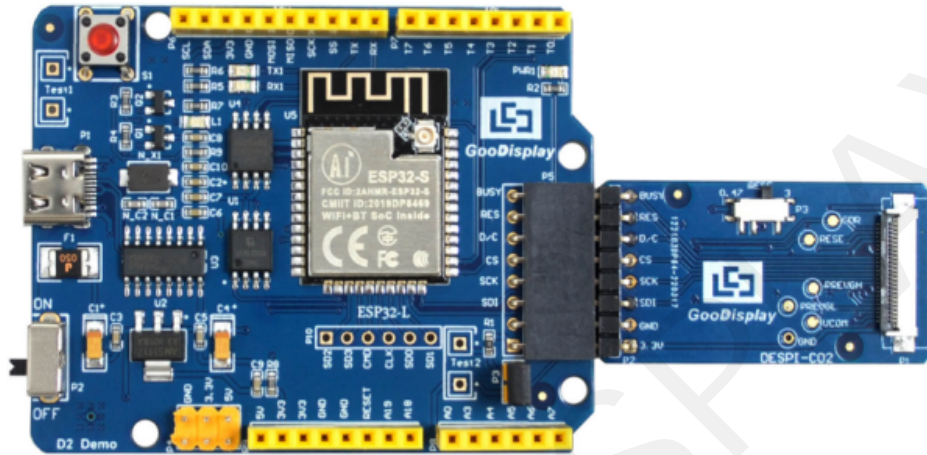
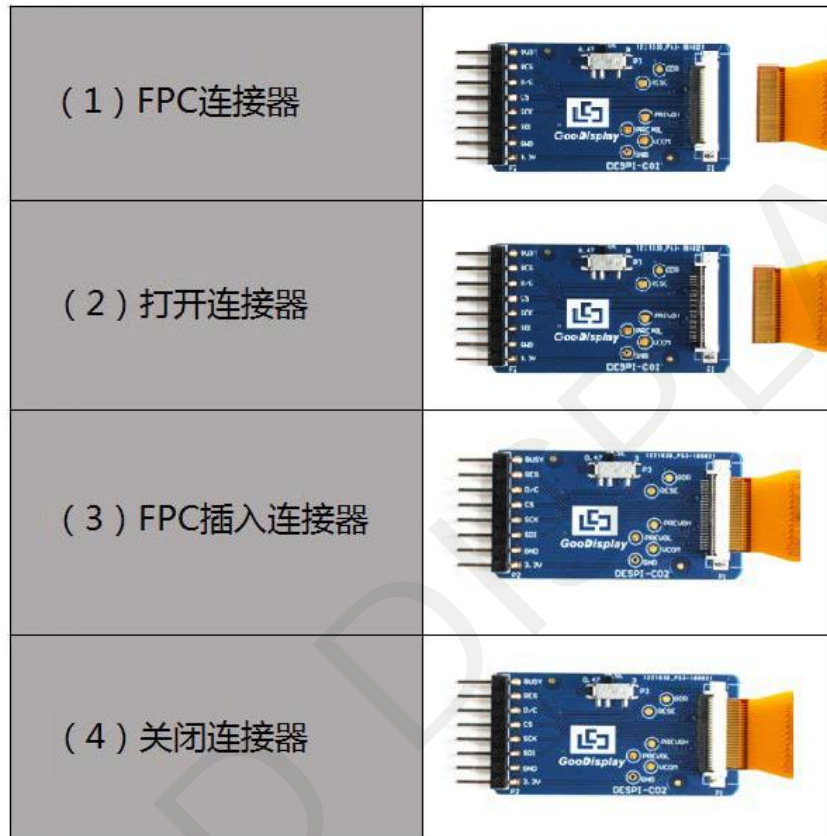

图 3 主板与转接板连接方式
图 4 - 2 电子纸与转接板连接方式
1) 将主板和转接板以图 3 所示方式相连，将电子纸 FPC 以图 4 所示方式连接至转接板的连接器（注意电子纸的连接方向）。